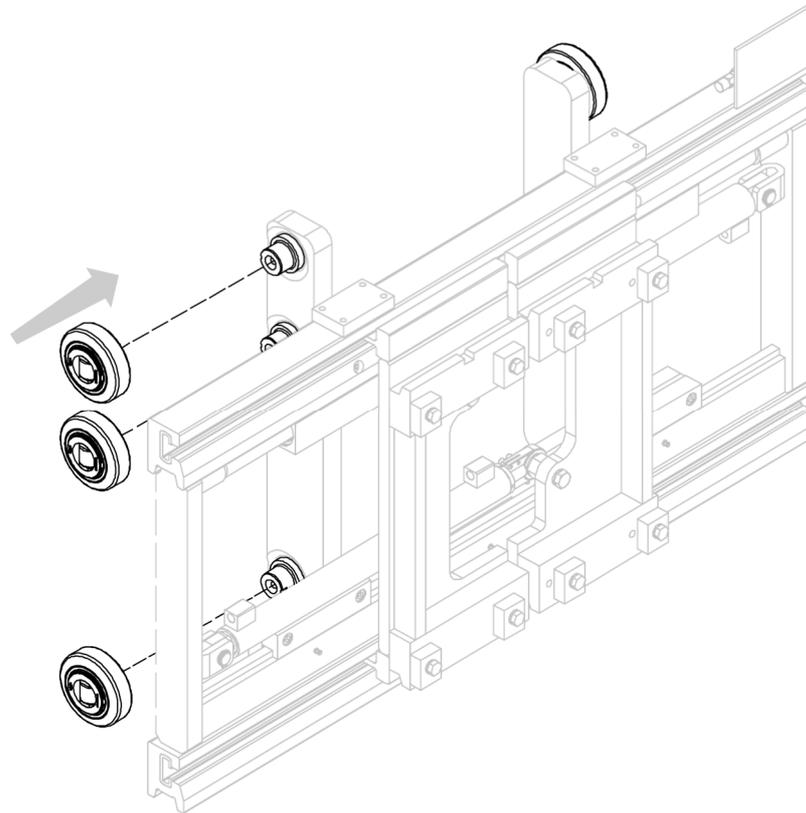

Figure 8
10. Coupler les rouleaux/roulements (pas toujours fournis) aux pivots réalisés sur les supports de l'équipement (voir *Figure 8*. Dans cette image, comme dans les suivantes, les roulements, les supports et les montants indiqués seront purement indicatifs, dans le seul but de montrer le montage correct de l'équipement, car ils pourraient varier en fonction de l'équipement).